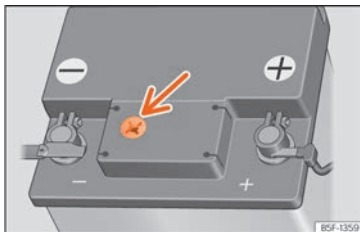

Abb. 181 Sichtfenster an der Oberseite der 12-Volt-Fahrzeugbatterie (Prinzipdarstellung).
- Prüfen Sie die Farbanzeige im runden Sichtfenster an der Oberseite der Batterie » » » **(Abb. 181)**.